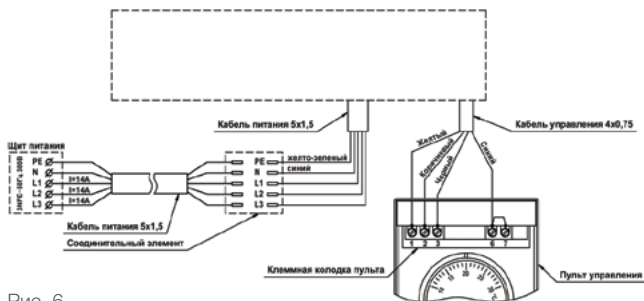

Рис. 6
- подключить к клеммной колодке пульта кабель управления, выведенный из завесы, в соответствии со схемой, указанной на рис. 6 и на корпусе завесы;
3. Подключение к стационарной электросети производится в соответствии со схемой, указанной на рис. 6 и на корпусе завесы.